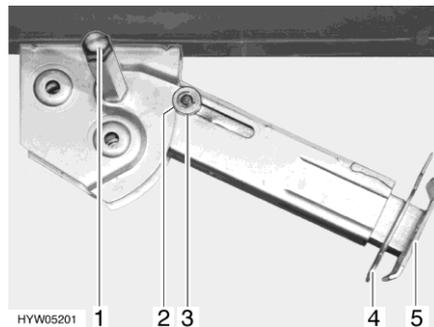

Bild 43 Hubstütze
- Am Sechskant (Bild 43,1) den Steckschlüssel aufstecken und drehen, bis die Hubstütze senkrecht nach unten steht.
- Splint (Bild 43,4) aus der Stützfußverlängerung (Bild 43,5) herausziehen.
- Am Sechskant (Bild 43,1) den Steckschlüssel aufstecken und drehen, bis die Hubstütze wieder vom Boden frei ist.
- Stützfußverlängerung (Bild 43,5) ganz einschieben und Splint (Bild 43,4) in die vorgesehene Bohrung an der Stützfußverlängerung stecken.
- Mit Steckschlüssel am Sechskant (Bild 43,1) drehen, bis Hubstütze nach oben geschwenkt und die Führungsscheibe (Bild 43,3) vollständig in die Kerbe (Bild 43,2) eingefahren ist.